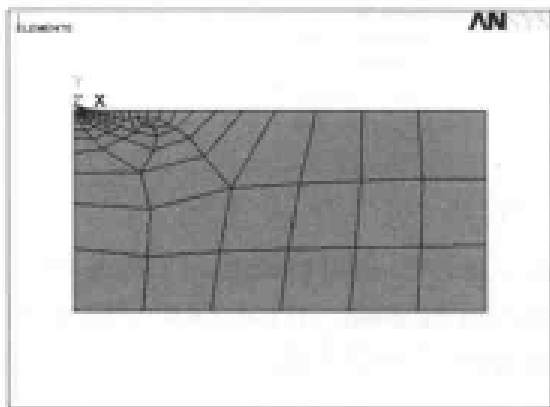

图 13-135 网格划分结果显示
(9) 选择 Main Menu | Preprocessor | Meshing | Mesh Attributes | Picked Areas 命令, 出现 Area Attributes 对话框, 在文本框中输入 1, 单击 OK 按钮, 出现 Area Attributes 参数设置对话框, 在 MAT Material number 下拉列表框中选择 2, 单击 OK 按钮关闭该对话框。
(10) 选择 Main Menu | Preprocessor | Meshing | Mesh | Areas | Free 命令, 出现 Mesh Areas 对话框, 单击 Pick All 按钮, 网格划分结果如图 13-135 所示。